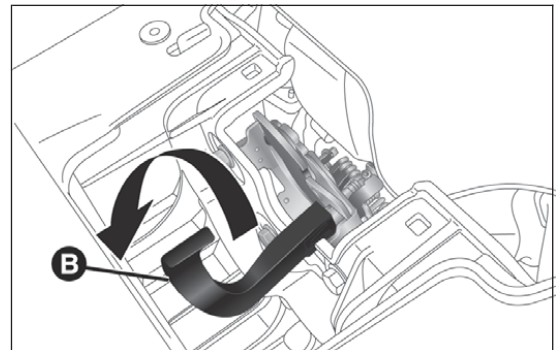

Abb. 102
- Betätigen Sie den Hebel B Abb. 102 in Pfeilrichtung und öffnen Sie die Heckklappe nach oben.